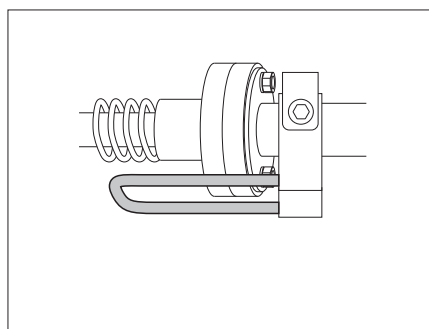

Fig. 146 Leva di sicurezza in posizione bloccata
► Prima di usare il letto, controllare che la leva di sicurezza si trovi in posizione bloccata (Fig. 146).
- Portare la leva di sicurezza in posizione bloccata (Fig. 146).